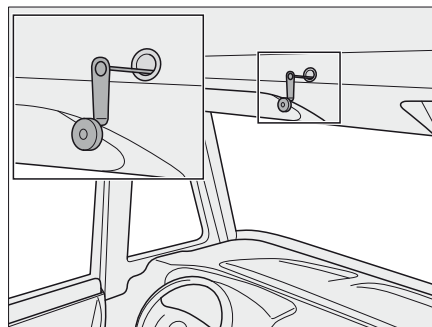

Bild 171 Nödmanövrering för elektrisk höjbar säng
- ▷ Vid strömavbrott kan den elektriska höjbara sängen även manövreras med en nödvev (Bild 171). Veven finns i köksskåpet.